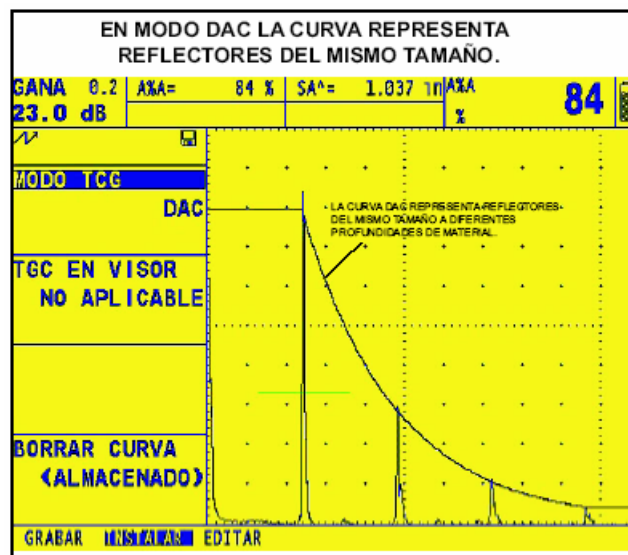

Figura 5-6 Curva DAC
La función DAC muestra todos los ecos a su verdadera amplitud (sin compensación de profundidad). Sin embargo, cuando opera en el modo DAC, la curva de Corrección de Amplitud en Distancia es sobre puesta en la pantalla del barrido A. La curva original almacenada es mostrada en el mismo color en la cuadrícula. La curva, como la que se muestra en la Figura 5-6, representa una magnitud constante del reflector a diferentes profundidades del material.
En el modo DAC el instrumento utiliza los puntos de referencia ingresados por el usuario para crear una curva representando las amplitudes de los ecos con la misma magnitud de reflector a diferentes profundidades en el material (Figura 5-6). El punto de referencia es almacenado hasta que es reemplazado o editado. Para crear una curva y trabajar en el modo DAC:
Paso 2: Presione  junto a la función DELET CURVE (ver Figura 5-6)